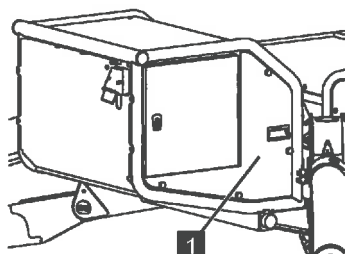

Abb. 186
2. Die Abdeckung (Abb.186/1) abschrauben.